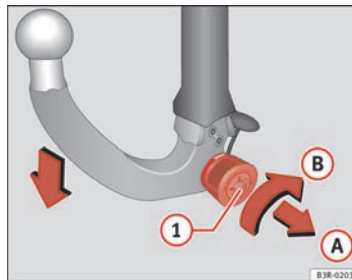

Fig. 170 Dispositif d'attelage amovible : dépose de la boule d'attelage
- Insérez la clé dans la serrure **(1)** ⇒ fig. 170 de la molette. ►